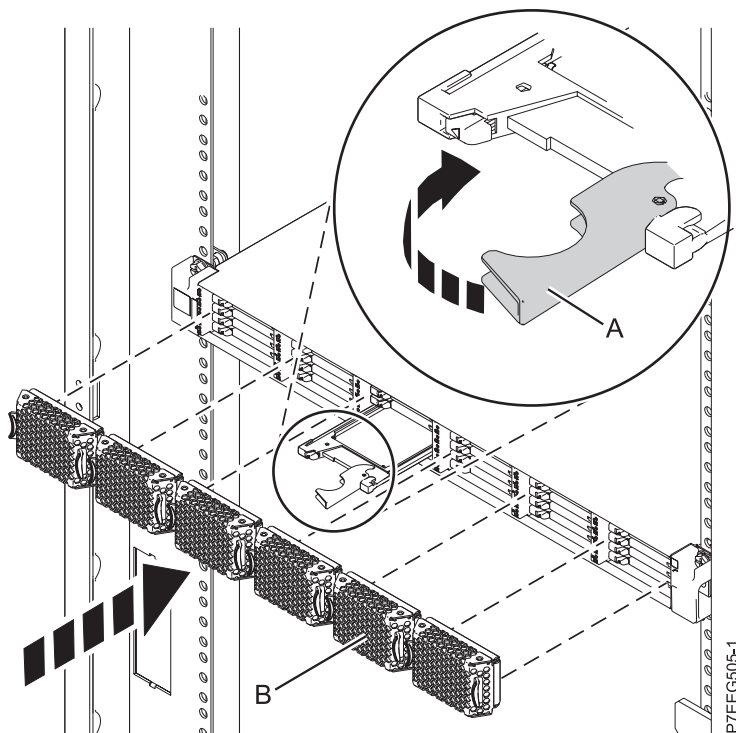

Figura 40. Sustitución de una unidad de estado sólido en Alojamiento de almacenamiento PCIe de EDR1.
4. Cuando parpadee el LED de identificación de la unidad de estado sólido, deslice la unidad de estado sólido hasta el fondo de Alojamiento de almacenamiento PCIe de EDR1 y asegúrese de que queda totalmente encajada. A continuación, gire el asa (A) hasta la posición de bloqueo. Consulte Figura 40 en la página 68.
5. Instale la placa frontal (B).